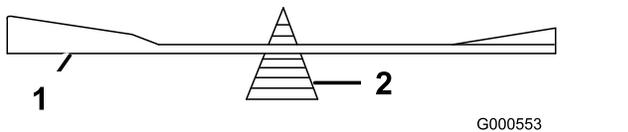

**Figura 55**
1. Utilice una lima para afilar el filo de corte en ambos extremos de la cuchilla (Figura 55).
**Nota:** Si la cuchilla no está equilibrada, rebaje algo del metal en la parte de la vela solamente (Figura 55).